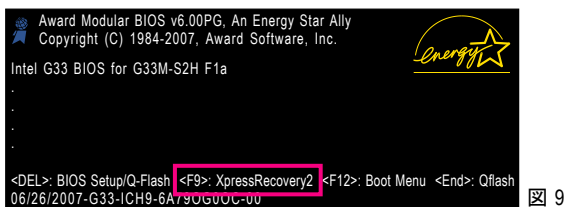

図 9
2. 初めて Xpress Recovery2 でバックアップ機能を使用した後、Xpress Recovery2 はハードドライブに永久的に保存されます。後で Xpress Recovery2 に入るには、POST 中に <F9> を押してください。(図 9)